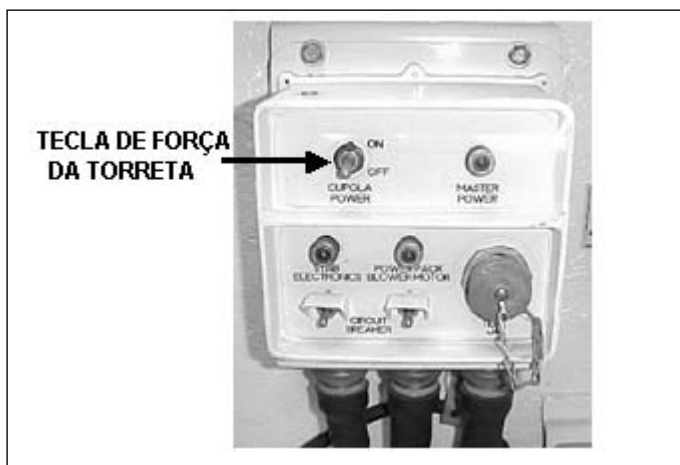

Fig 4-76. Caixa de rede
i. Tiro energizado (elétrico) (Fig 4-76 a 4-78)
(1) Ligar a tecla de força da torreta (CÚPOLA POWER). Assegurar que o indicador de força (POWER) está aceso.
(2) Ligar a tecla segurança da Mtr (GUN SAFETY).
(3) Com a tecla ignorar o último cartucho desligada, o indicador de arma pronta G(UN READY) acenderá.
(4) Pressionar o gatilho de disparo no punho de elevação.